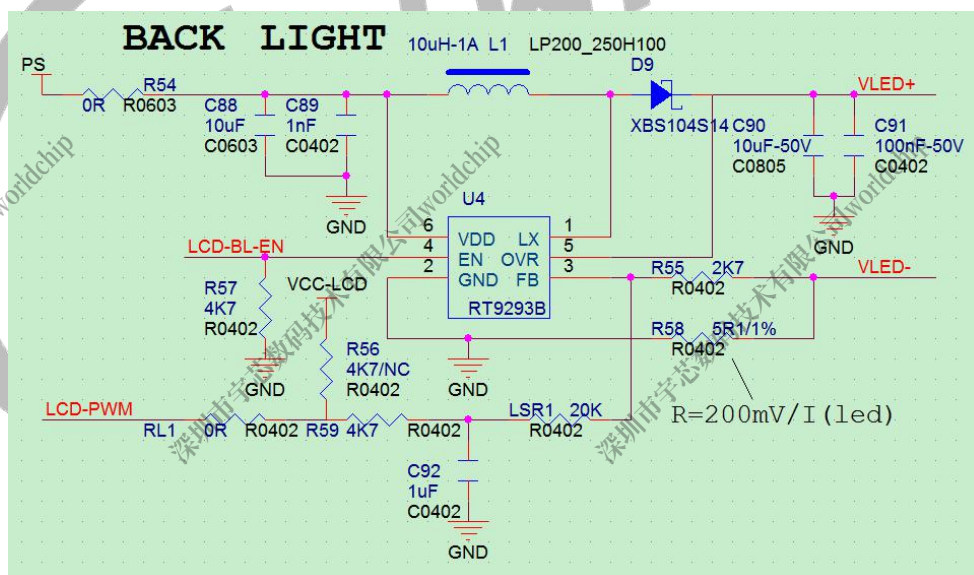

图 2-53 LCD 背光电路设计
- 背光 IC 的 FB 端对地的限流电阻选用 1%精度的电阻，封装的选用需满足电路的功率需求。如图 2-53 所示：